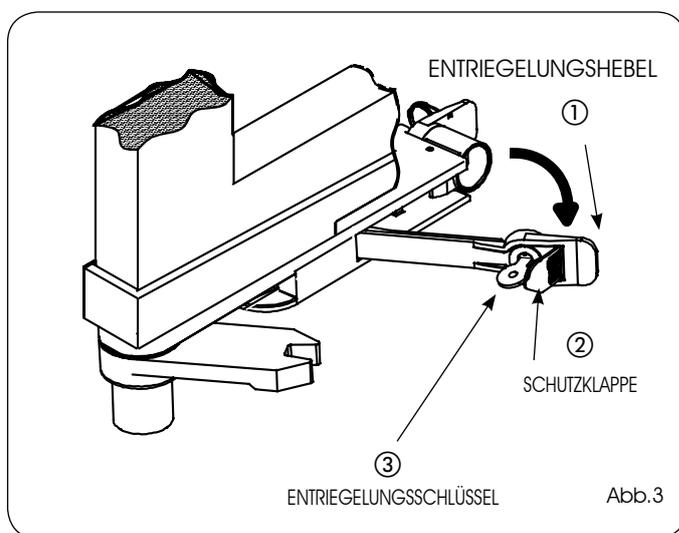

Abb.3
- 1) Die Schutzklappe öffnen (Abb.3, Bez.②).
- 2) Den Entriegelungsschlüssel in das Schloss einführen (Abb. 3 Bez. ③) und bis zum Anschlag drehen.
- 3) Den Entriegelungshebel an sich ziehen (Abb.3, Bez.①).